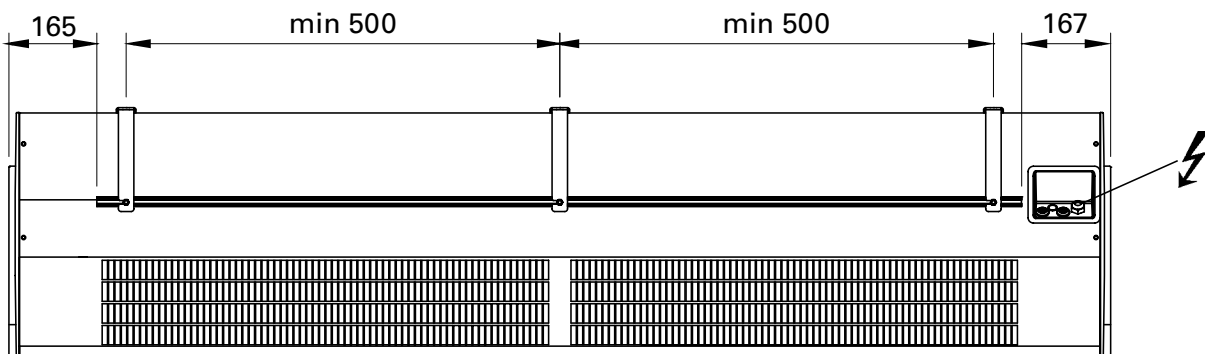

Fig. 1
1. Monteer de beugels aan de muur, zie fig. 4A en de tekening met afmetingen (fig. 1). Als de muur ongelijkmatig is, moeten de beugels hiervoor worden gecompenseerd.